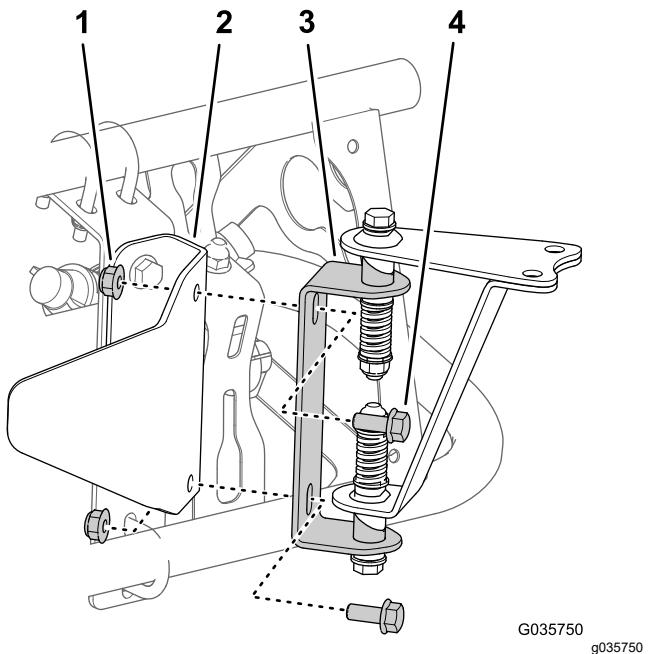
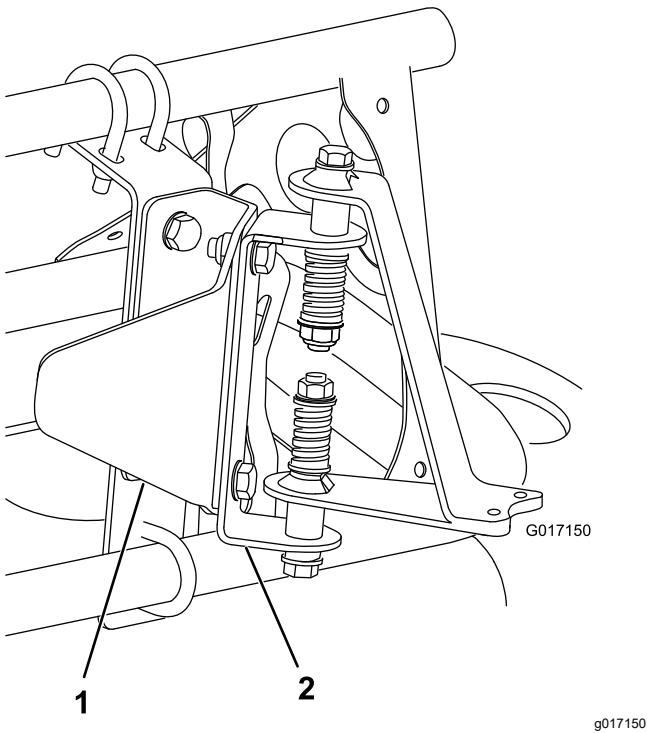

Figura 18
Figura 19
3. Montate sulla staffa di protezione sensore la bulloneria di montaggio del sensore costituita da 2 bulloni (5/16" x 3/4") e 2 dadi di bloccaggio (5/16") come mostrato in Figura 18 (per la barra scoperta) o Figura 19 (per la barra coperta).